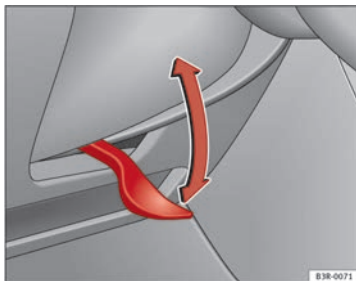

Fig. 144 Lever beneath steering column
- Push the lever ⇒ Fig. 144 down ⇒ ⚠.